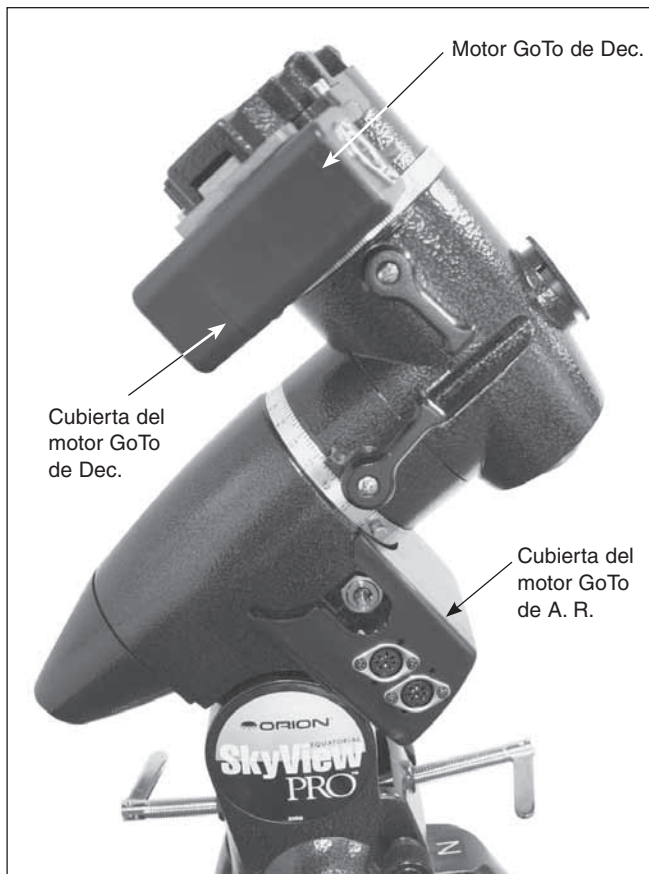

Figura 12. Motores GoTo instalados
5. Una vez que el motor GoTo de Dec. y el engranaje se hayan instalado y los engranajes encajen correctamente, puede instalar y sujetar la cubierta del motor GoTo de Dec. con los dos tornillos de estrella de 8 mm de largo. Una vez que se haya instalado el motor GoTo de Dec. y la cubierta, la montura debe presentar un aspecto similar al de la **figura 12**.